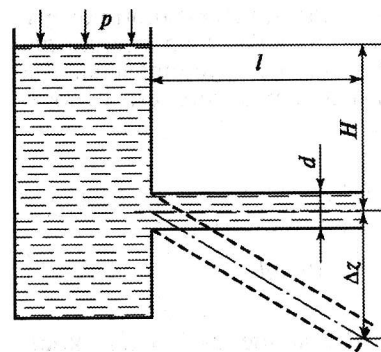

Рис. 5.17
**Задача 5.17.** Жидкость вытекает из резервуара через трубопровод диаметром  $d = 100$  мм длиной  $l = 50$  м (рис. 5.17). Уровень свободной поверхности, находящийся на высоте  $H = 4$  м, остается постоянным. Рассчитать расход жидкости: в горизонтальном трубопроводе  $Q_1$ ; в наклонном трубопроводе  $Q_2$  ( $\Delta z = 2$  м). Местными потерями напора можно пренебречь.